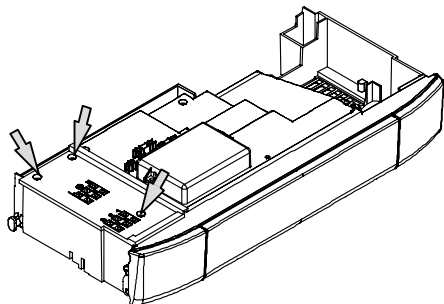

Figura 5.7
- Svitare le viti e rimuovere il coperchio copri morsetteria Figura 5.7 .